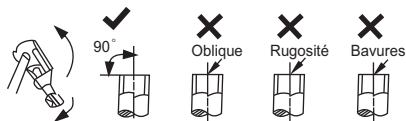

Figure 14 – Coupe des tuyaux
- a. Coupez le tuyau à 90 degrés (voir fig. 14) au moyen d'un coupe-tube.